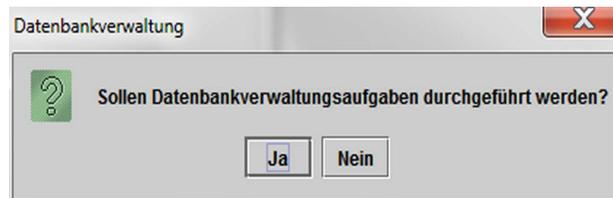

Abbildung 5-8. Dialogfeld „Datenbankverwaltung“
1. Wenn das Kästchen **Erinnerungen an Datenbankverwaltung** im Dialogfeld „Systemkonfiguration“ (vgl. Abbildung 2-77) **nicht** markiert ist, erscheint das Dialogfeld „Datenbankverwaltung“ (vgl. Abbildung 5-8) nicht und es ist keine weitere Maßnahme an der Datenbank erforderlich. Die Software wird weiter geladen und Sie können mit Abschnitt 5.2.3.2 fortfahren, um den Startvorgang fortzusetzen.
2. Wenn das Kästchen **Erinnerungen an Datenbankverwaltung** im Dialogfeld „Systemkonfiguration“ (vgl. Abbildung 2-77) hingegen markiert ist, erscheint anschließend das Dialogfeld „Datenbankverwaltung“ (vgl. Abbildung 5-8) über dem GeneXpert Dx System-Fenster, in dem Sie gefragt werden, ob Sie Aufgaben im Bereich der Datenbankverwaltung durchführen möchten.
- A. Wenn Sie im Dialogfeld „Datenbankverwaltung“ auf **Nein** klicken (vgl. Abbildung 5-8), wird die GeneXpert Dx Software weiter geladen und Sie können mit Abschnitt 5.2.3.2 fortfahren.
- B. Wenn Sie im Dialogfeld „Datenbankverwaltung“ auf **Ja** klicken (vgl. Abbildung 5-8), werden Sie aufgefordert, die auszuführende Aufgabe auszuwählen (vgl. Abbildung 5-9).